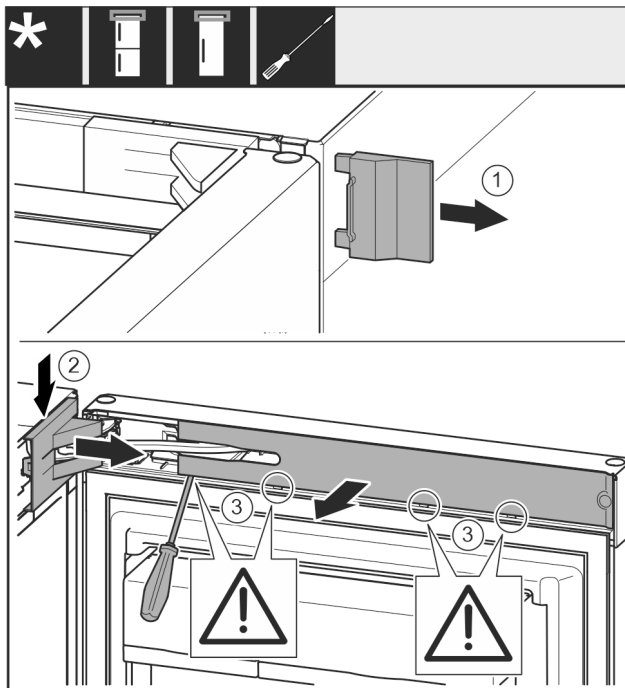

Fig. 5
- ▶ Rimuovere la copertura esterna. Fig. 5 (1)
- ▶ Disinnestare e allentare la copertura del blocco di supporto. Rimuovere la copertura del blocco di supporto. Fig. 5 (2)
- ▶ Disinnestare il pannello con un cacciavite a testa a intaglio e ruotarla lateralmente. Fig. 5 (3)